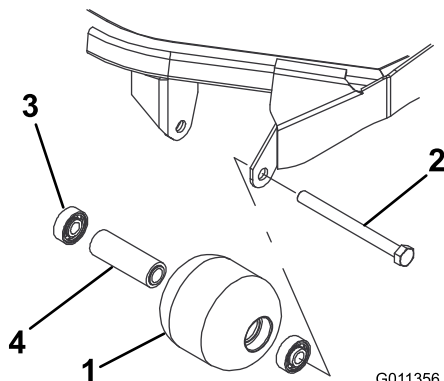

图71
1. 卸下滚筒安装螺栓 图71。
4. 检查滚筒壳体、轴承以及轴承隔片是否受损 (图71)。更换受损的组件和总成。
1. 将第一个轴承按入滚筒壳体 (图71)。仅按住外座圈或同时按住内、外座圈。
2. 插入隔片 (图71)。
3. 将第二个轴承按入滚筒壳体 图71 同时按住内、外座圈直至内座圈接触到隔片。